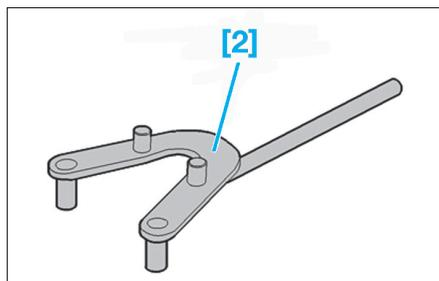
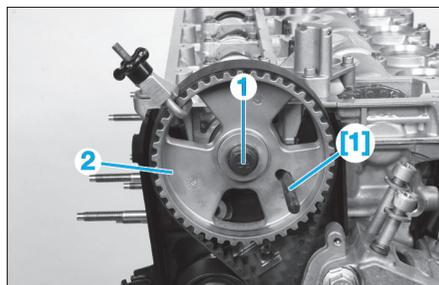

Fig. 49
Fig. 50
- [1]. Pige d'arbre à cames (réf : 0188-M) (Fig.50).
- [2]. Outil d'immobilisation de la poulie d'arbre à cames (réf : 6016-T) (Fig.49).
- l'outil [1] (Fig.50),
- la vis de fixation (1) (Fig.50) de la poulie d'arbre à cames (2) à l'aide de l'outil [2] (Fig.49),
- Reposer la poulie d'arbres à cames (2) et sa vis (1) (Fig.50).
- Positionner l'outil [2] (Fig.49) et serrer la vis (1) au couple.
- Déposer l'outil [2] puis piger la poulie d'arbres à cames (2) à l'aide de l'outil [1] (Fig.50).